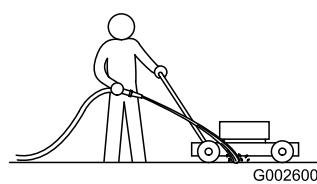

Figura 21
4. Inei un furtun la nivelul mânerului și direcionai un jet de apă în fața roii dreapta, spate (\(Figura 21\)).